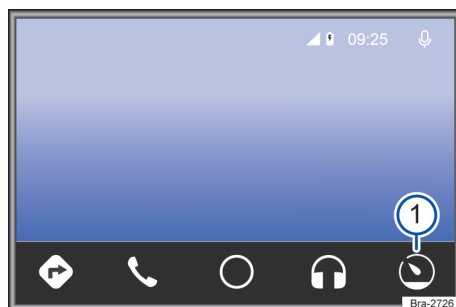

Fig. 117 Menú Android Auto™.
- Para operar Android Auto™, tocar el botón de función **Q**, → fig. 117 **1**.